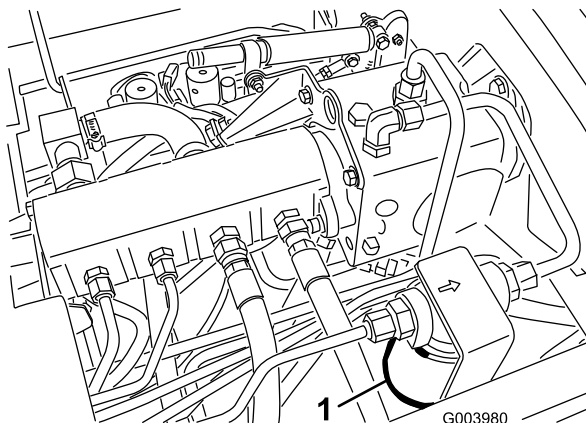
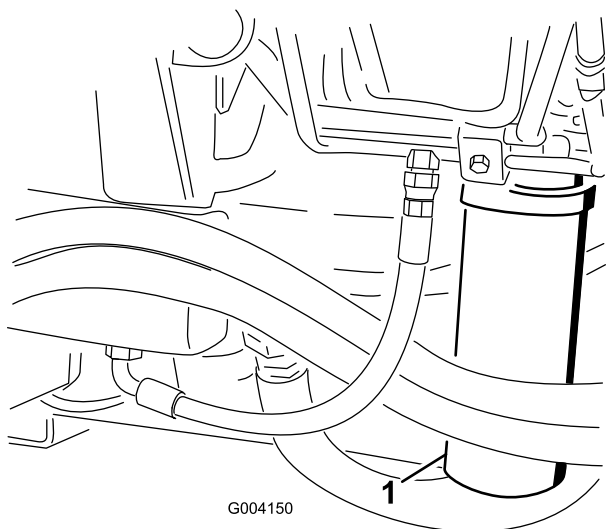

図 78
図 79
2. フィルタ取り付け部付近をきれいに拭い、下に容器を置く（図 78 と図 79）。